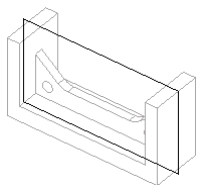

图 2.3.12 操作过程（一）
(1) 模型中图 2.3.12 所示的参考平面变亮, 在系统以参考颜色为曲面输入提示: 的提示下, 输入提示信息 middle_plane, 按回车键。